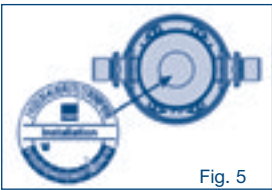

Fig. 5
- 6. Na placa de montagem fornecida escreva a data (mês/ano) e cole na cabeça do filtro (ver fig. 5)